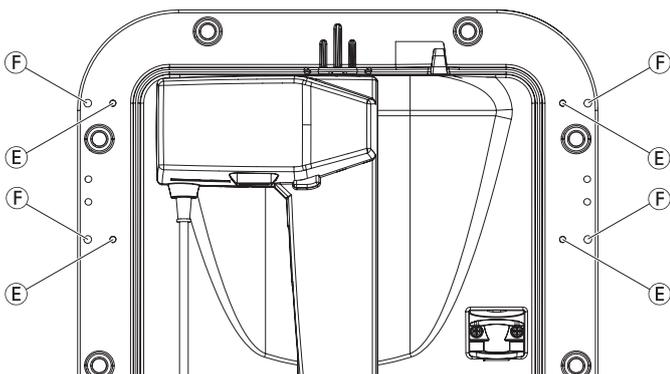

Fig. 2
1. Gemäß Fig. 2 die vier Zentrierungen ⑤ mit Bohrer Ø 4,2 mm durchbohren (Bohrpositionen sind auf der Rückenlehne markiert).
2. Die vier Bohrungen ⑤ mit dem Kegelsenker von der Vorderseite (Bezugseite) der Rückenlehne auf Ø 8,5 mm ansenken.
1. In accordance with Fig. 2 drill the four holes ⑤ with a Ø 4.2 mm twist drill (Drilling positions are marked on the backrest).
2. Countersink the 4 holes with Ø 4.2 mm ⑤ with the countersink bit on the front side (cover side) to Ø 8.5 mm.